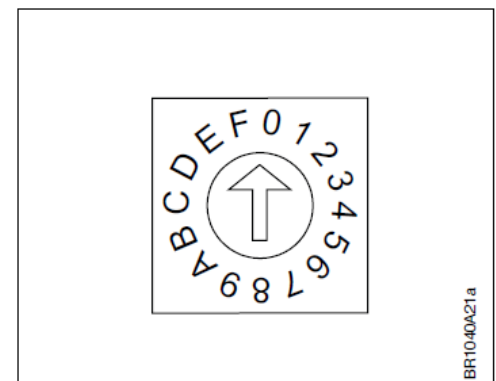

Abb. 11-10: Drehschalter-Stellung
Wie in Abb. 11-10 ersichtlich, muss der Drehschalter im Inneren des Sensor-Gehäuses auf die Position „0“ eingestellt werden, damit die im Verbund mit dem HMI3 erforderliche Modbus ID/Adresse (89) sichergestellt ist.